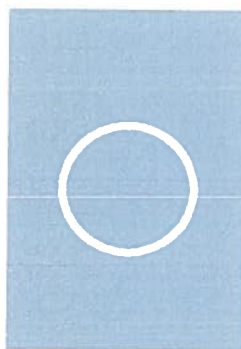

Fig. 7.113
2. Transformatorul de curent este **„deconectat”** și nu este prezentă starea de **„legat la pământ”**. În această situație, transformatorul de curent va fi reprezentat cu alb indiferent de nivelul de tensiune, Fig. 7.113